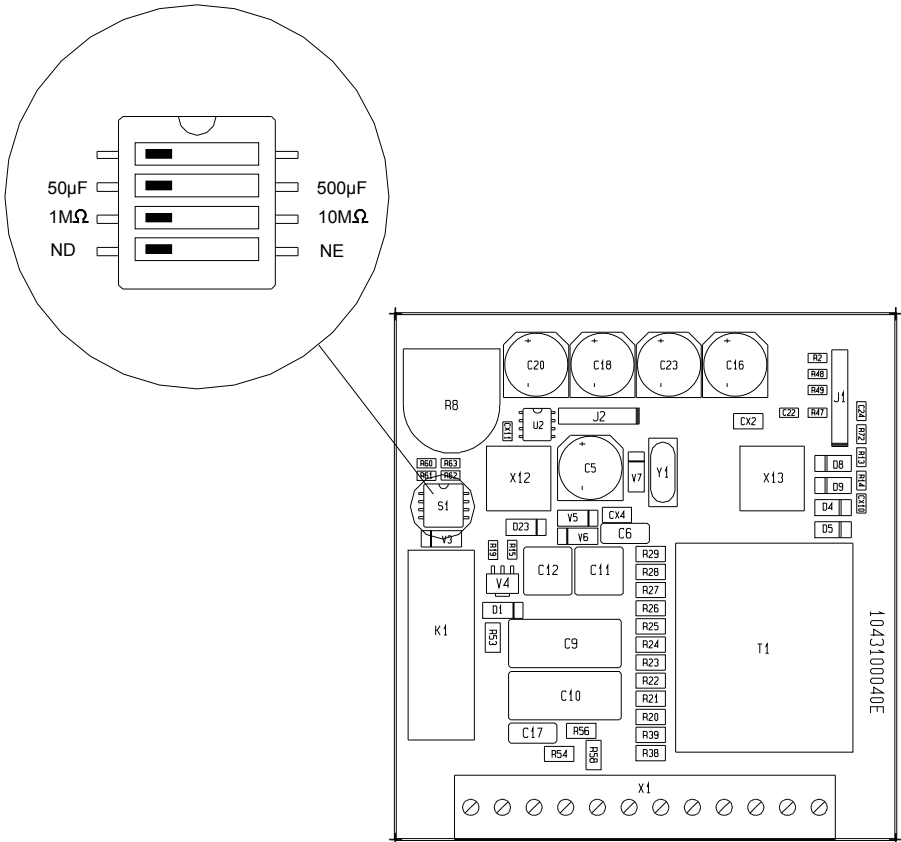

Abbildung 1
Der Relaiskontakt kann entweder als Ruhestrom- (NE) oder als Arbeitsstrom-Kontakt (ND) konfiguriert werden. Es empfiehlt sich die ND-Funktion, wenn das DIM-Q seine Versorgung vom IT-System erhält, da sonst eine Ausschaltung der Versorgung keinen Alarm ergibt. Abbildung 1 unten zeigt die Positionierung auf der Platine des DIP-Schalters S1 zur Auswahl der ND- oder der NE-Relaisfunktion. Die Platine ist unter der Abdeckung positioniert.
Das DIM-Q ist für den Meßbereich 0...1MΩ mit 22kΩ in der Skalenmitte oder für 0...10MΩ mit 220kΩ in der Skalenmitte lieferbar. Abbildung 1 zeigt die Positionierung des Schalters nach der Auswahl des Meßbereiches 1MΩ oder 10MΩ. Bitte beachten, bei gewünschter Änderung des Meßbereiches wird eine neue Skala benötigt. Austausch der Skala, siehe unten.